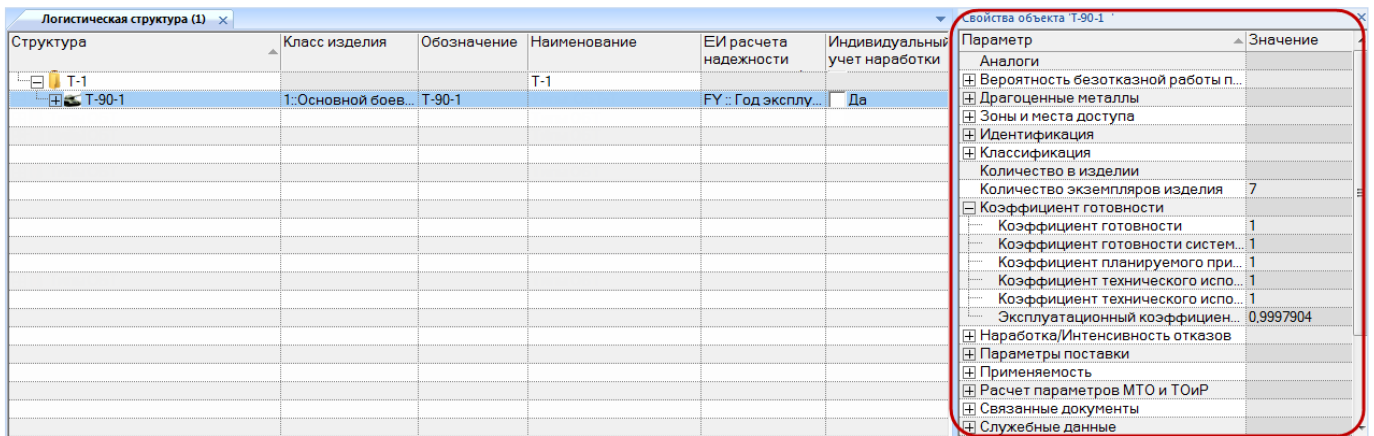

Рис. 5-22 – Рабочее окно
- 3) В правой части рабочего окна отображается дополнительное окно свойств выбранного объекта. В ячейках столбца «Значение» при необходимости ввести недостающие параметры или скорректировать существующие (рис. 5-22).